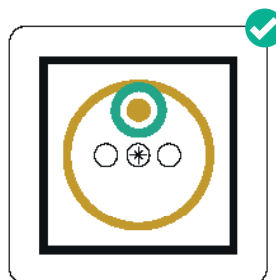
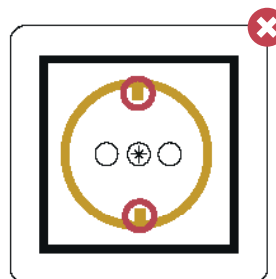

fig. 1
fig. 2
- Alle stopcontacten zijn voorzien van een aangesloten penaaarding zie fig. 1 (randaarding is verboden in België zie fig. 2) en zijn van het kindveilige type, zodat metalen voorwerpen – zoals een ijzerdraadje – niet in het stopcontact gestoken kunnen worden.